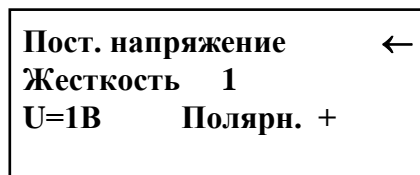

Рис.5
7.4. В режиме «**Постоянное напряжение/Длительные помехи**» на дисплее появляется меню (см. **рис.5**), в котором можно задать степень жёсткости испытаний (1 – 4) и полярность выходного напряжения. В третьей строке дисплея индицируется величина испытательного напряжения, соответствующая выбранной степени жёсткости и его полярность.